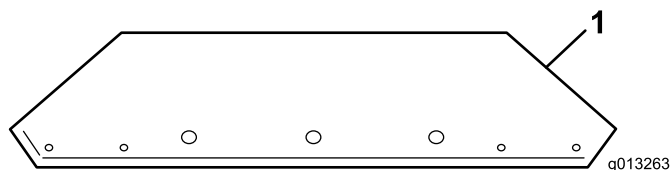
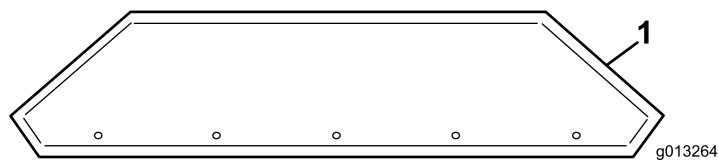

Figura 10
Figura 11
- Estraete le prolunghe della tramoggia dalla scatola e individuate l'anteriore e la posteriore (Figura 10 e Figura 11).